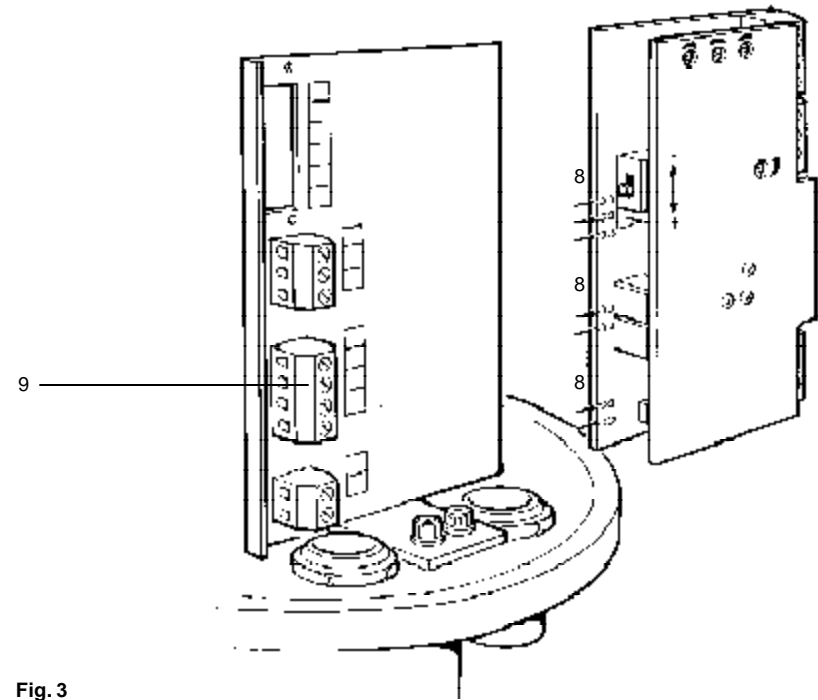

Fig. 3
2.3 Encaixando o Cartão Posicionador (Fig. 3)